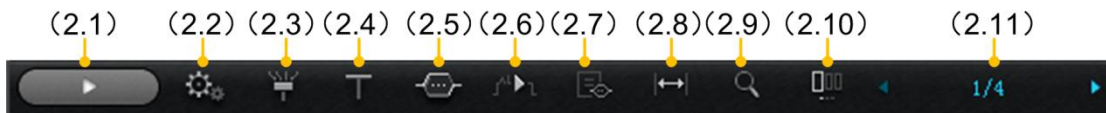
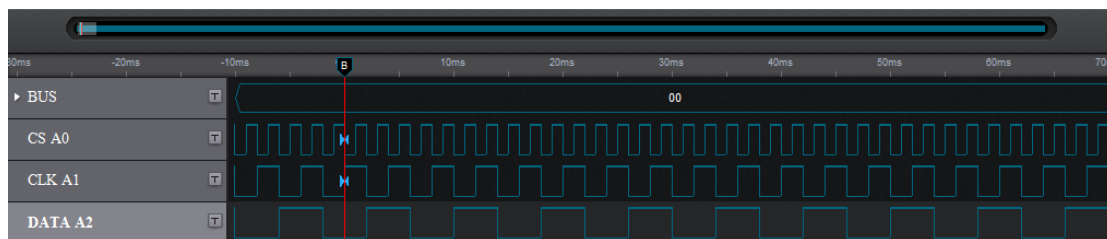

图 4.2 主菜单控制界面
图 4.6 波形显示图
点击软件界面如图 4.2 中的 (2.2) 图标，进入逻辑分析仪的采集设置对话框如图 4.3 所示。以下以 LA2832A 异步采样模式为例进行说明。
完成采集配置，请点击软件界面如图 4.2 中的 (2.3) 图标，进入“总线设置”界面，进行总线设置。
完成总线配置环节其实已经可以进入“查看波形”环节，不过为了能够看到更多更有效的波形，不妨点击软件界面如图 4.2 中的（2.4）图标进入触发设置界面如图 4.5 所示。
完成**采样、总线、触发**设置之后，点击软件界面如图 4.2 中的（2.1）所示按钮，等候一段时间（具体等待时间跟您设置的采样频率、信号频率、存储深度有关）便可以在波形视图中查看到相应的波形。如图 4.6 所示：
- 1、点击软件界面如图 4.2 中的（2.5）所示，进入协议分析选择模块。
当需要协议分析结果可见时，点击软件界面如图 4.2 所示（2.7）图标，此时软件界面中将会显示该协议分析仪的解码后数据列表（事件表或者叫包视图）如图 4.9。
如果您需要这些测量，请点击软件界面如图 4.2 中的（2.8）所示图标，打开测量显示窗口，此时您将在界面上看到如下图 4.13。